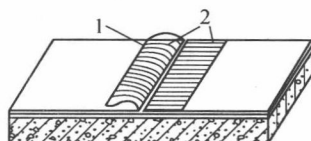
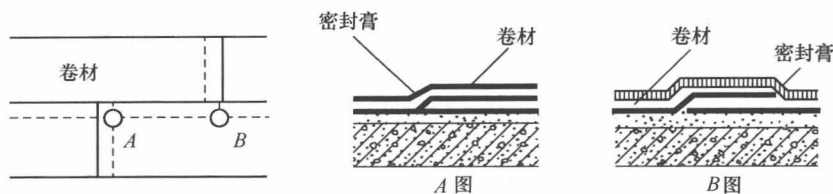

图 1-6 接缝胶黏剂的涂刷
图 1-7 三层重叠部位的粘贴
卷材接缝粘贴	卷材接缝粘贴搭接缝是卷材防水工程的薄弱环节,必须精心施工。 (1)施工时,首先在搭接部位的上表面,顺边每隔 0.5~1 m 处涂刷少量接缝胶黏剂,待其基本干燥后,将搭接部位的卷材翻开,先做临时固定,如图 1-6 所示。 (2)将配制好的接缝胶黏剂用油漆刷均匀涂刷在翻开的卷材搭接缝的两个黏结面上,涂胶量一般以 0.5~0.8 kg/m² 为宜。干燥 20~30 min,指触手感不黏时,即可进行粘贴。 (3)粘贴时应从一端开始,一边粘贴一边驱除空气,粘贴后要及时用手持压辊按顺序认真地辊压一遍,接缝处不允许有气泡或皱折存在。遇到三层重叠的接缝处,必须填充密封膏进行封闭,否则将成为渗水路线,如图 1-7 所示